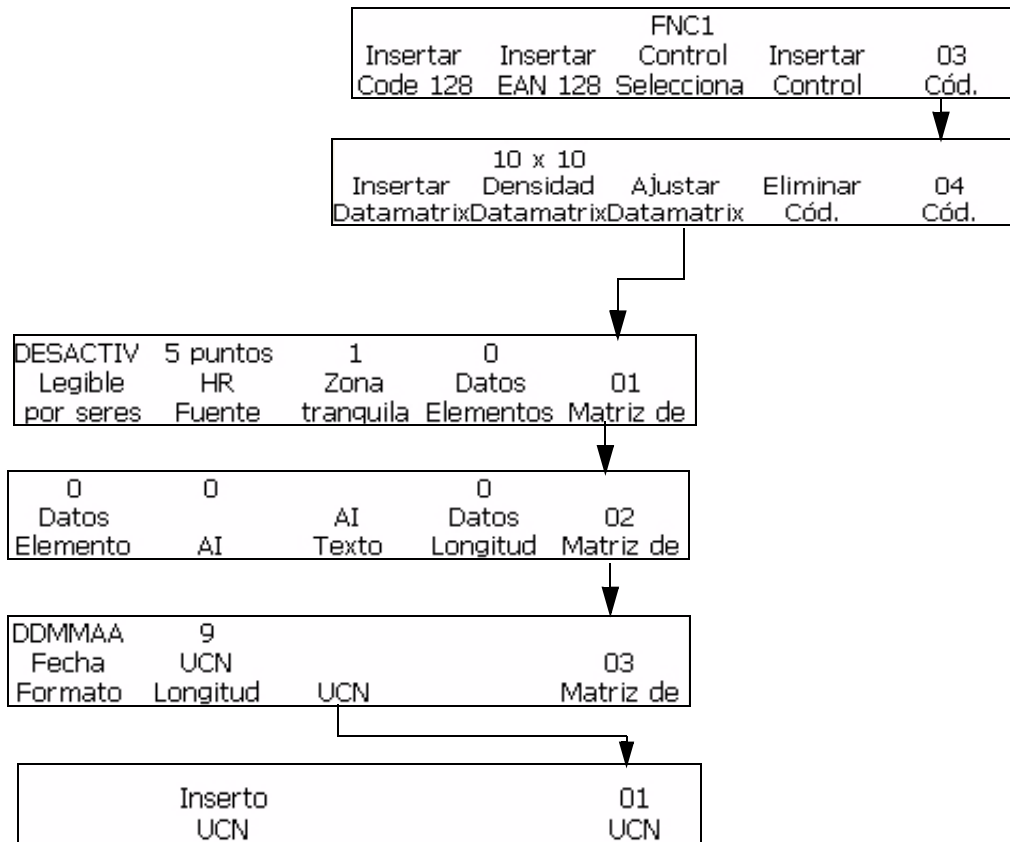

Figura 5-64: Ajuste de matriz de datos
- 4 En el marco <04 Código de> (01 Edición > 02 Edición - Insertos > 01 Inserto > 02 Inserto - Código de barras > 01 Código de> 02 Código de> 03 Código de> 04 Código de), pulse F2 <Matriz de Densidad> para seleccionar la densidad de matriz de datos deseada. Consulte la Figura 5-64 en la página 5-80